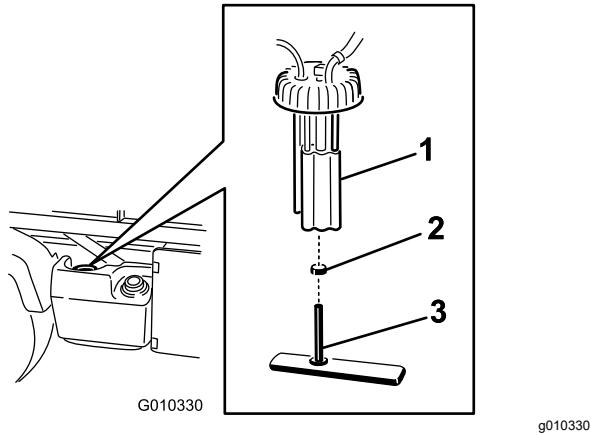

図 47
2. 燃料ポンプからワイヤーハーネスのコネクタを外す図 47。
3. ホースのクランプをゆるめ、燃料ポンプキャップから燃料ラインを外す図 47。
4. 燃料タンクの上部から燃料ポンプのキャップを外す図 47。
5. タンクから、燃料ポンプアセンブリと燃料フィルタを外す図 47。
7. フィッティングからホースを取り外す図 47。